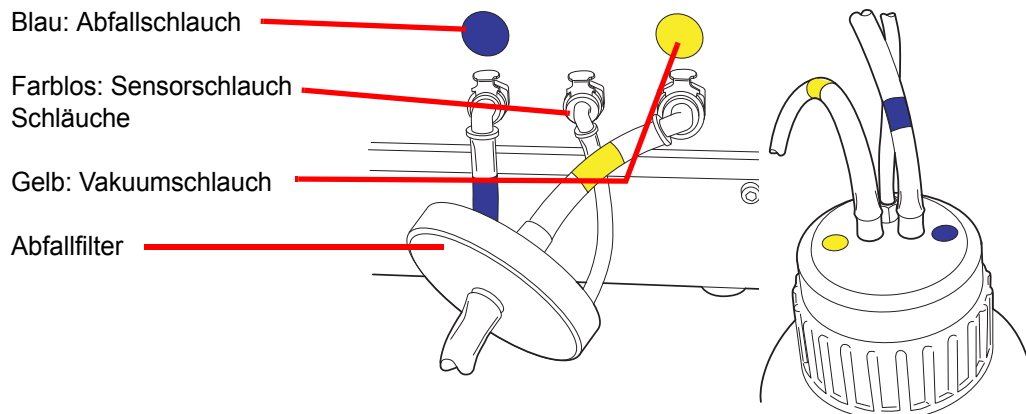

Abbildung 2-2 Schlauchverbindungen der Abfallflasche
3. Die drei Anschlüsse für die Abfallflasche an der Rückseite des ThinPrep 5000 Prozessors ausfindig machen Siehe Abbildung 2-2. Die Knöpfe der Anschlüsse müssen nach unten/innen zeigen.